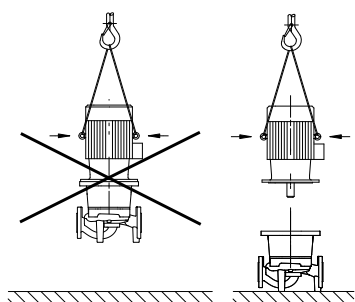

Fig. 4: Transportul motorului
- Inelele de transport de la motor trebuie folosite doar pentru transportul motorului, nu pentru toată pompa (fig 4).